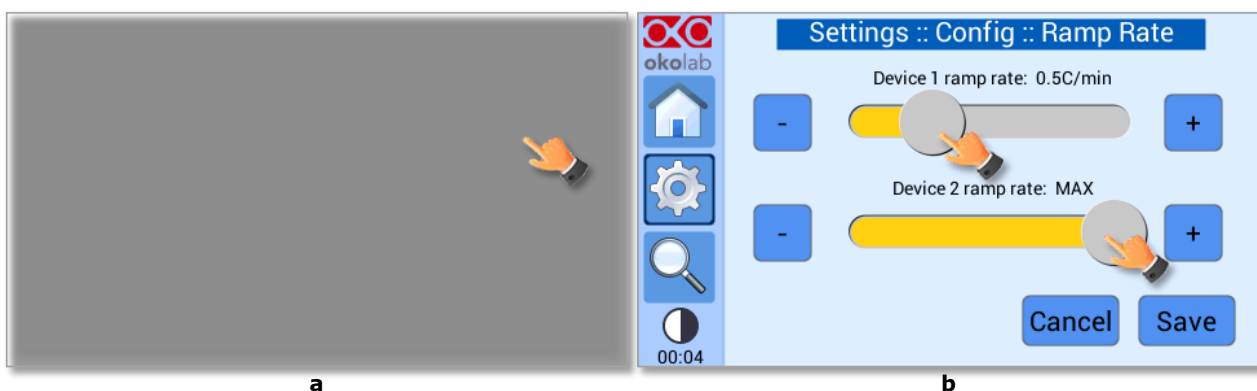

Figure 29. Taux de rampe. (a) Comment accéder au menu du taux de rampe ; (b) Définition du taux de rampe
- 1 Appuyez sur l'icône *Ramp Rate* (Taux de rampe) , voir Figure 29 (a)
- 2 Utilisez la barre de défilement ou les icônes + et - pour sélectionner la vitesse de chauffe maximale (en °C/min) pour chaque dispositif et enregistrez, voir Figure 29 (b)